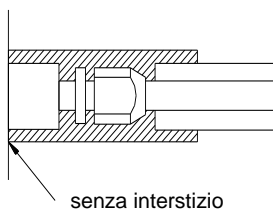

Fig. 19
- b. I raccordi dell'unità interna dovrebbero essere avvolti con un materiale di isolamento termico senza alcun interstizio tra l'isolamento della giunzione e l'unità stessa (vedere fig. 19).